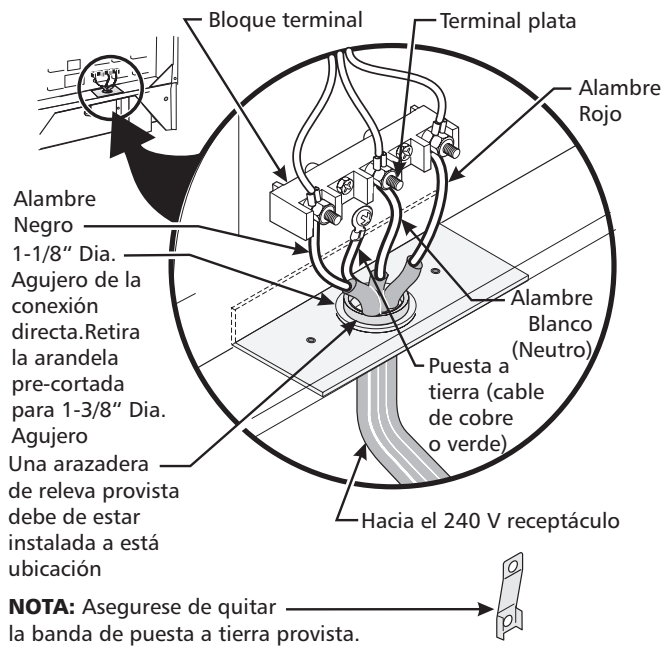

Figura 5
Para las casas sobre ruedas, las nuevas instalaciones, en los vehículos de recreación o en las áreas donde los códigos locales no permiten la conexión del conductor a tierra al neutro, un ensamblaje de suministro eléctrico de 4 conductores para estufas, clasificado a 125/250 voltios 30A, debe de ser utilizado (ver la figura 5).
3. Utilizar los tuercas suministraron en el paquete de la literatura para conectar el alambre de tierra (verde) del cable de bronce del suministro eléctrico al armazón del electrodoméstico con el tornillo de la base, usando el hoyo del armazón por donde retiró la correa de la base (vea figura 5).
Si el aparato está conectado directamente al cortacircuito, a la caja de fusibles o a la caja de empalmes, use un cable blindado flexible o no metálico recubierto de cobre (con alambre a tierra). Provee una abrazadera relevo de anclaje homologado UL a cada extremidad del cable. A la extremidad del electrodoméstico, el cable pase a través del agujero de la conexión directa (ver Figura 5) en el cordón de la placa de montaje. El tamaño de los alambres (**alambre de cobre solamente**) y las conexiones deben estar conforme al régimen del electrodoméstico.